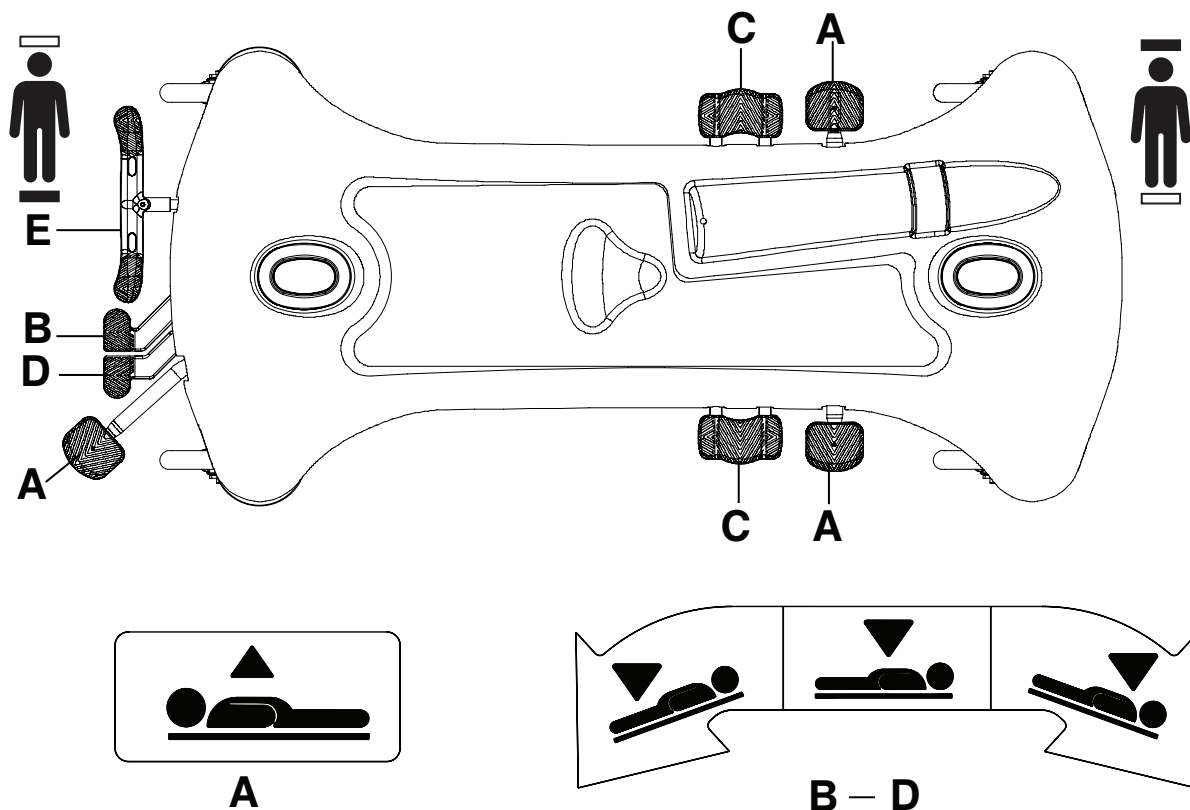

Figura 2 – Elevar ou baixar a estrutura da cama
Para elevar a estrutura da cama, carregue no pedal de bombeamento (A) até chegar à altura pretendida (Figura 2).
Para baixar a extremidade do lado da cabeça do produto, carregue no pedal de desengate da extremidade do lado dos pés (D) ou carregue no lado do pedal unitário para baixar (C) mais próximo da extremidade do lado da cabeça até a estrutura da cama estar plana (Figura 2).
Para baixar a extremidade do lado dos pés do produto, carregue no pedal de desengate da extremidade do lado dos pés (B) ou carregue no lado do pedal unitário para baixar (C) da extremidade do lado dos pés (Figura 2).